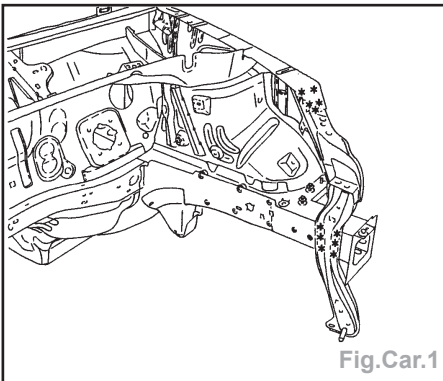

Fig.Car.1
- Dégraffer les points à l'aide d'une fraise de \varnothing 8 mm (Fig.Car.1).
- Souder (Fig.Car.1) :